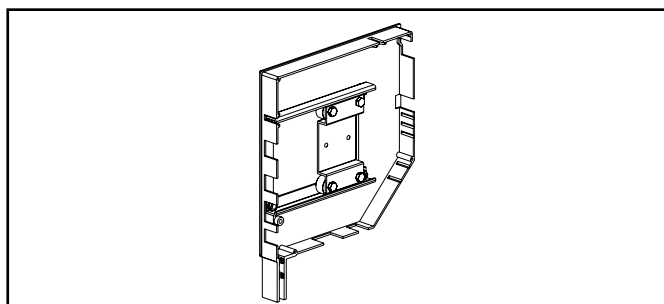

Fig. 14 : Coussinet coulissant
- **Coussinet coulissant:** (voir figure 14)